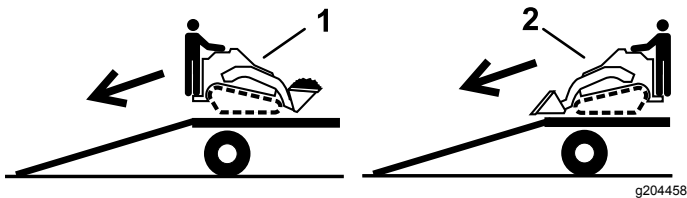

Figure 21
2. Placez toujours l'extrémité la plus lourde de la machine en haut de la rampe, la charge en bas, pour la descente de la remorque (Figure 21).